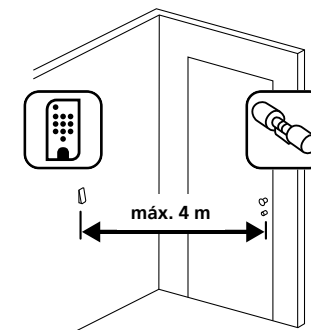

Fig. 1
- ① Mantenga el teclado en la posición de montaje deseada (Fig. 1).
① Realice tres taladros según las dimensiones indicadas en la figura. Utilice un taladro de 6 mm de diámetro (Fig. 1).